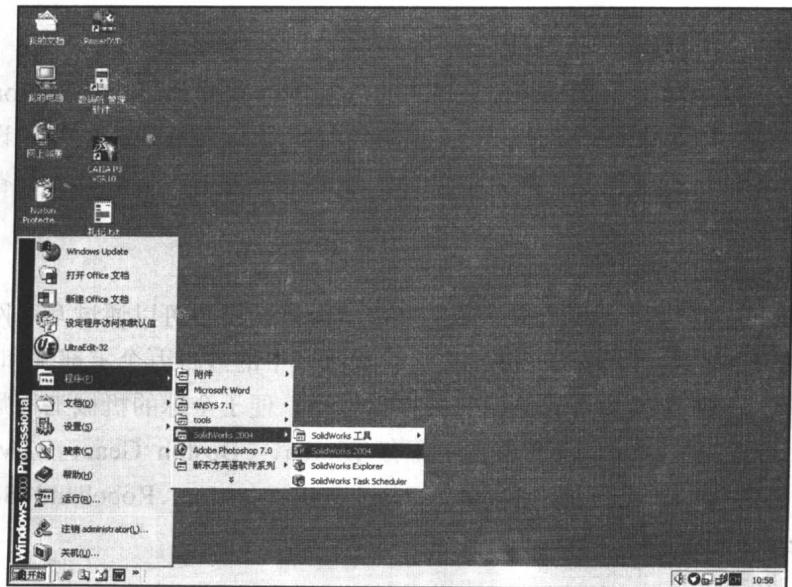

图 1-7 SolidWorks 2004 的启动
- 选择“开始”|“程序”|“SolidWorks 2004”|“SolidWorks 2004”命令来启动 SolidWorks 2004, 如图 1-7 所示。